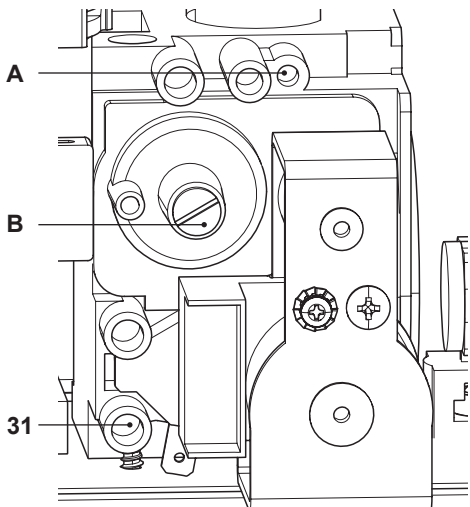

Figura 7.5
- Con la caldera apagada (fuera de servicio), compruebe la presión de alimentación usando la toma 31 en la Figura 7.5 y compare el valor indicado con los mostrados en la tabla Presiones de alimentación de gas de la sección "Datos técnicos", pág. 26.
- Vuelva a cerrar bien la toma de presión 31 en la Figura 7.5.
- Para calibrar el **CO₂** de la caldera (presión del gas en el quemador) desenrosque completamente el tapón de protección de latón B y regule el tornillo Allen \varnothing 4 mm situado debajo Figura 7.5: girando en el sentido de las agujas del reloj el **CO₂** aumenta.
- Si los dos datos no coinciden, ajuste el tornillo de regulación de máximo RQ (A en la Figura 7.5) de la válvula de gas y calibre el **CO₂** al valor indicado en la sección "Datos técnicos" en la tabla "Datos en agua sanitaria", pág. 26 (modelos M260.2025 SM/M) y pág. 29 (modelos M260.3035 SM/M). Girando en el sentido de las agujas del reloj, el **CO₂** disminuye.